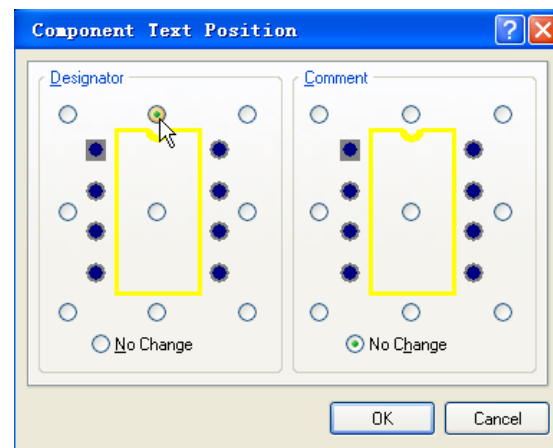

图11-50 Component Text Position对话框
(1) 打开“PCB Filter”面板，在“Find items matching these criteria:”栏，输入“IsComponent”语句，选择“Objects passing the filter”栏内的复选框：“Select”，按“Apply”按钮，选中PCB板上的所有元件。
(2) 鼠标放在任一选中元件上，按鼠标右键，弹出下拉菜单。
(3) 在下拉菜单上选择“Align”→“Position Component Text”，弹出“Component Text Position”对话框，如图11-50所示。
(4) 在图11-50的“Designator”区域，可选择元件标号在元件上的位置，有9个选择（9个单选按钮），在这里选择元件中上方的位置，如箭头光标所示。